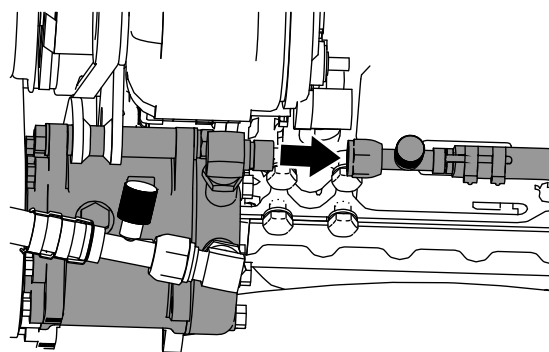

Figure 45
3. Branchez le flexible haute pression de la climatisation (3/4 po) entre la cabine et le raccord à angle droit (3/4 po), comme montré à la Figure 45.